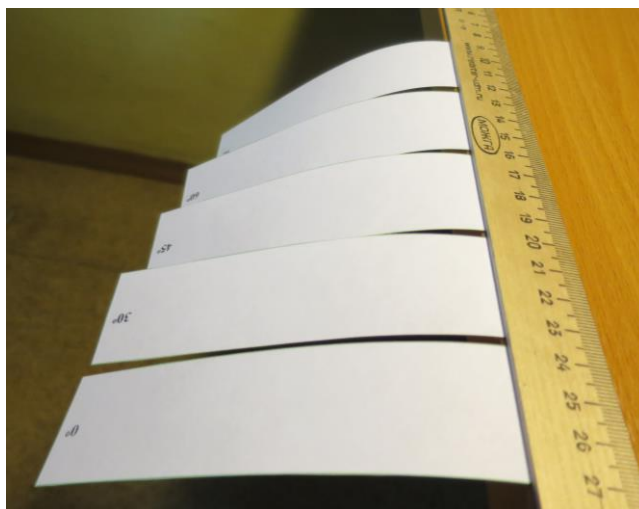

Рис. 4
**Примечание.** Анизотропию бумаги можно пронаблюдать непосредственно (рис. 4).